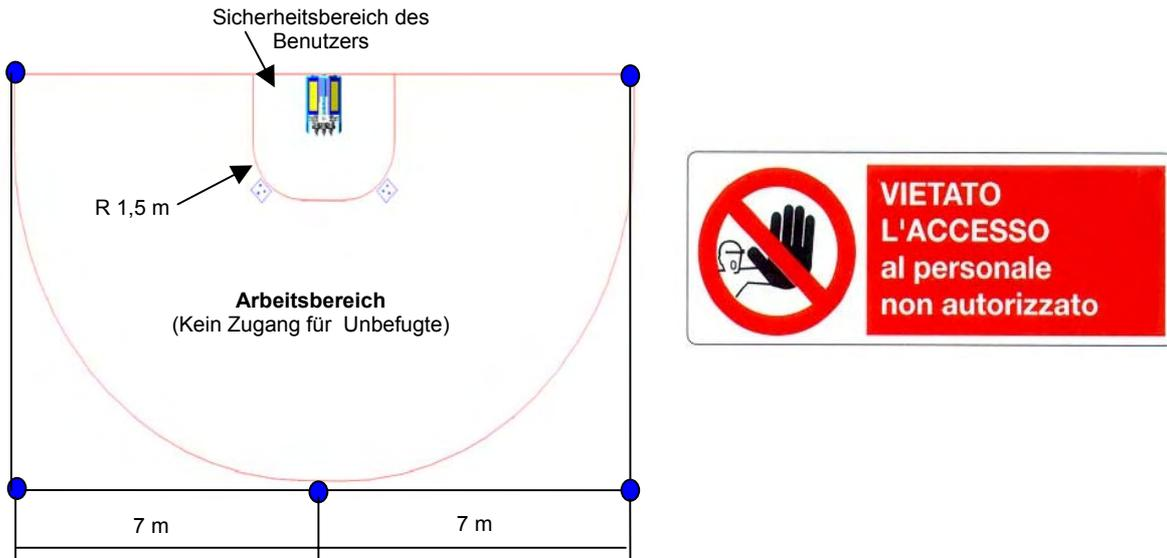

Abb. 4.13 – Arbeitsbereich und Position des Bedieners.
Es ist Vorschrift, den Arbeitsbereich durch Begrenzungen mit entsprechenden Sicherheitshinweisen abzusichern (Abb. 4.13).
- Der Bediener muss den Sicherheitsabstand von der Maschine einhalten (Abb. 4.13).